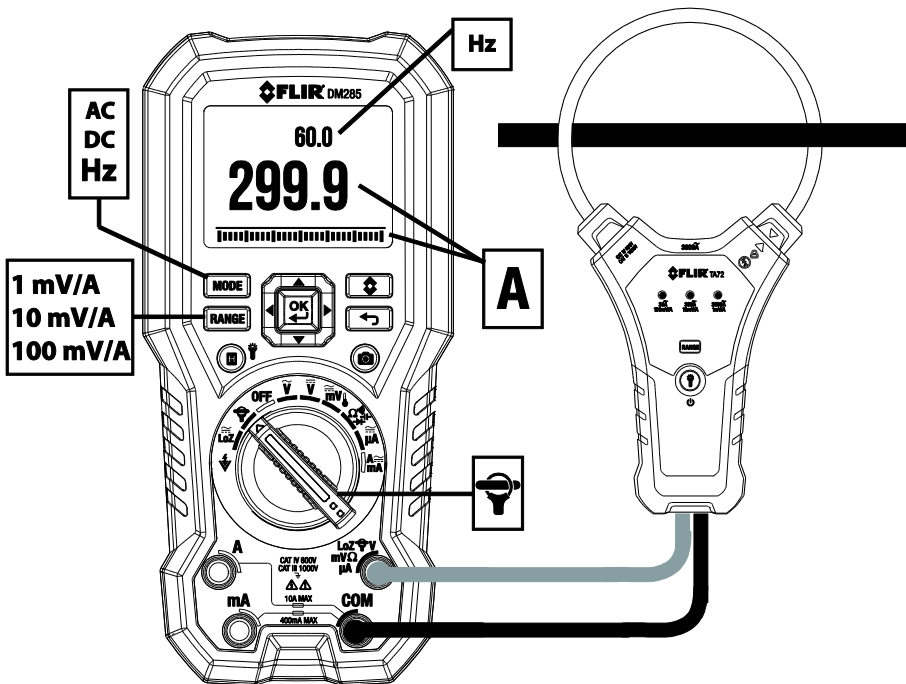

Fig. 9-12 FLEX Tangadapter Toepassing
2. Sluit een klemadapter aan zoals getoond in **Fig. 9-12**.